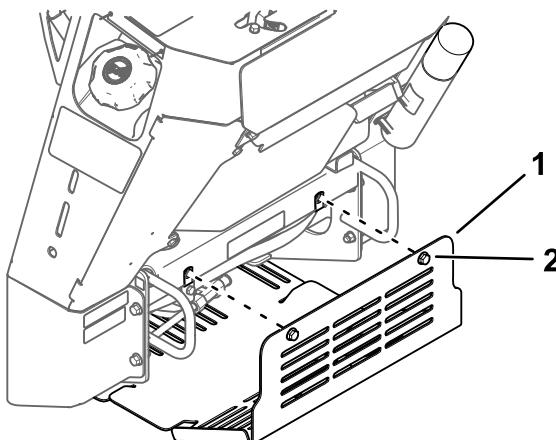

Figura 24
3. Afloje secuencialmente los 2 pernos que sujetan el protector inferior hasta que el deflector quede libre (Figura 24).